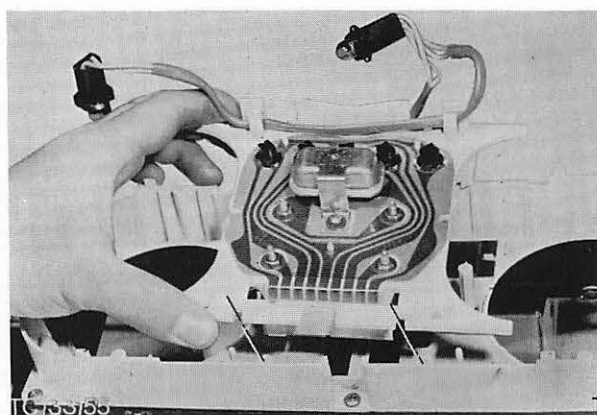

Abb. 31 Halteplatte über die Haltestifte ansetzen
9. Halteplatte – Nebeninstrumente ansetzen und mit 4 Schrauben befestigen, Abb. 31.